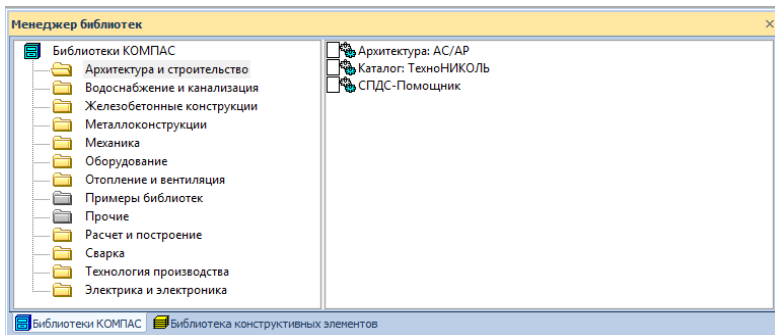

Рис. 3.5.
1. Вибрати у меню Сервіс команду Менеджер бібліотек. На екрані з'явиться вікно Менеджера бібліотек (див. рис. 3.5).